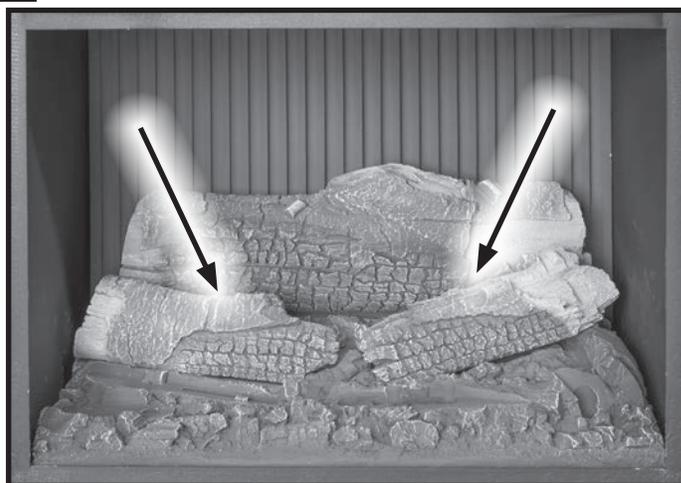

Figure 46. Arrières bûches
4. Ensuite, installez les deux grands bûches qui sont plat en-dessous dans le milieu du lit d'embres comme indiqué sur la Figure 46.
**Étape 5:** Retirer le moulage côté (gauche ou droit) en desserrant les deux (2) vis de montage supérieure (Figure 46) à l'aide d'une clé de 3/8". Ensuite, soulevez pour retirer le moulage côté et couchez-le sur une surface douce.